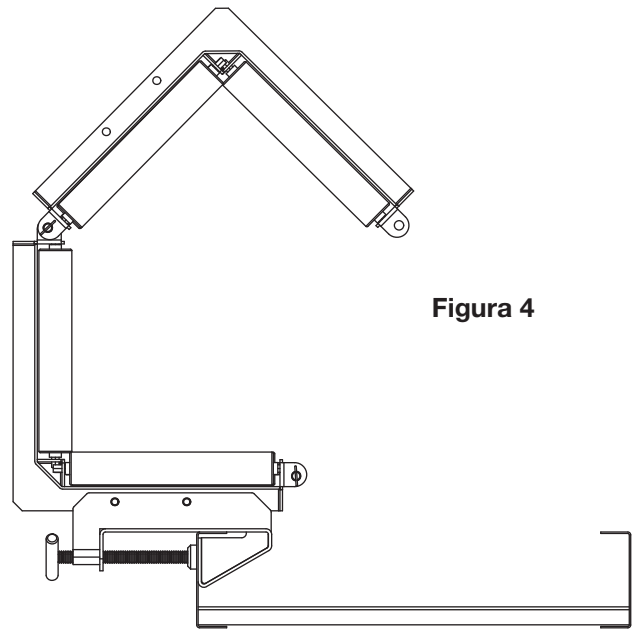

Figura 4
- Coloque el enrollador de manera que la unidad se abra en la parte inferior hacia el interior de la bandeja según se muestra en la Figura 4.